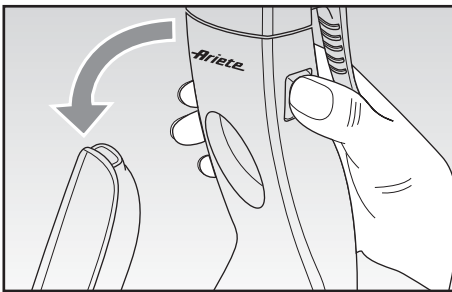

Abb. 3
- Den Griff des Gehäuses (M) festhalten, die Auslösetaste (A) drücken und den Handstaubsauger samt Stromkabel abnehmen (Abb. 3).